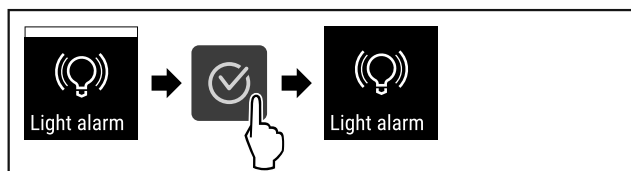

Fig. 99
- Handlungsschritte (siehe Fig. 99) durchführen.